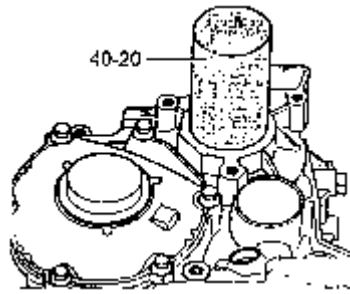

图 7-92 装入盖板
20) 用撞击套管 40-20 敲入盖板，如图 7-92 所示。